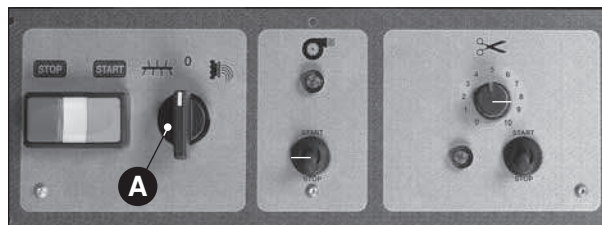

Fig. 15
- fermare la macchina mettendo il selettore (**Fig. 15 A**) e anche gli altri sulla posizione "0";
- girare il selettore (**Fig. 15 A**) sulla posizione di impasto **III** per 10-15 secondi in modo da eliminare la pressione sulla trafila dovuta al prodotto;